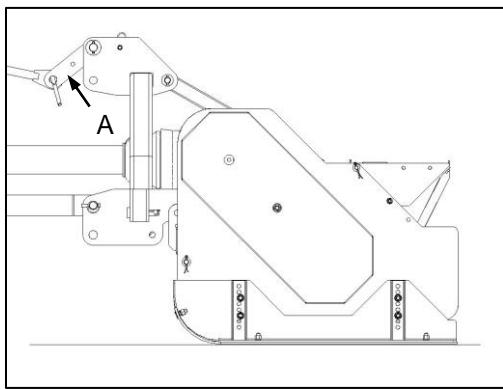
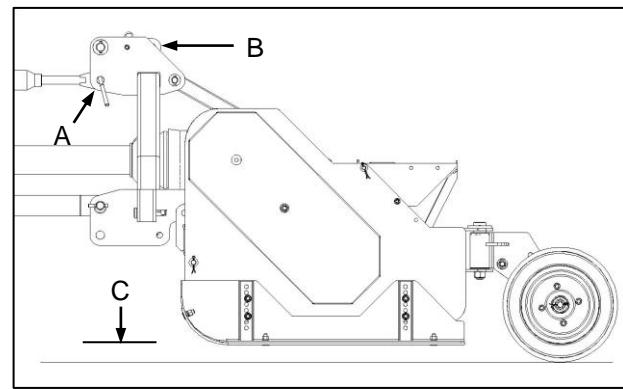

Fig. 1
Fig. 2
- the height-adjustable side panels and skids (Fig. 1) or
- the articulated, adjustable rear wheel sets (Fig. 2).
- die hoogteverstelbare sypanele en glystukke (Fig. 1) of
- die geartikuleerde, verstelbare agterwielstelle (Fig. 2).
- Note that, regardless of the chosen attachment configuration (Fig. 1 / Fig. 2) above, this implement must NEVER be operated in reverse. This includes any attempt to reverse when the implement is in contact with the ground. Failure to observe this requirement will result in structural and mechanical failure not covered under warranty.
● Let daarop dat ongeag die gekose hegstukkonfigurasie (Fig. 1 / Fig. 2 bo), hierdie implement NOOIT in trurat bedryf moet word nie. Dit sluit enige poging in om agteruit te stoot terwyl die implement in kontak met die grond is. Versuum om hierdie vereiste na te kom sal tot strukturele en meganiese onklaarraking lei wat nie onder waarborg gedek word nie.
Use of the adjustable side panels with skids requires the use of the break link (Fig. 1-A) provided on the implement hitch frame for attachment of the tractor top link.
Use of the articulated rear wheel sets requires the tractor top link to be attached DIRECTLY to the implement hitch frame clevis (Fig. 2-A), while the break link may be stowed in the position shown (Fig. 2-B).
- ✓ Adjust the tractor 3-point hitch top link to level the implement in relation to ground level (Fig. 2-C).
Gebruik van die verstelbare sypanele met glystukke vereis die gebruik van die knakskakel (Fig. 1-A) op die implementhaakraam vir die aanheg van die trekkerboskakel.
Gebruik van die geartikuleerde agterwielstelle vereis dat die trekkerboskakel DIREK aan die implementhaakraamvulk (Fig. 2-A) gekoppel word, terwyl die breekskakel in die aangetoonde posisie (Fig. 2-B) gestoor kan word.
- ✓ Verstel die trekker se 3-punt-haak-boskakel só dat die implement parallel met die grond is (Fig. 2-C).